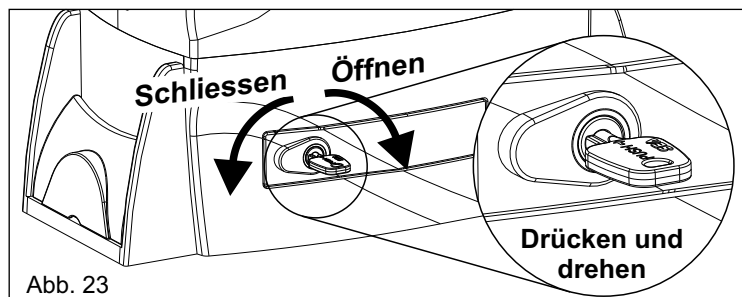

Abb. 23
- Den Schlüssel einstecken, **drücken** und im Uhrzeigersinn um 90° drehen (Abb. 23).